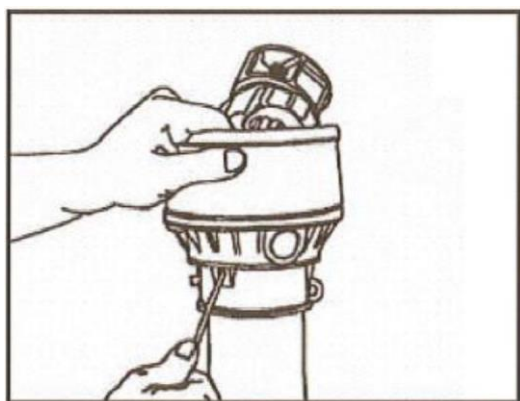

Рис. 33. Доступ квилке приводного карданного вала
- Чтобы освободитьвилку приводного карданного вала, нажмите на 3 язычка торцевого уплотнения вниз в месте его посадки и снимите защитную воронку вдоль защитной трубы (Рис. 33).